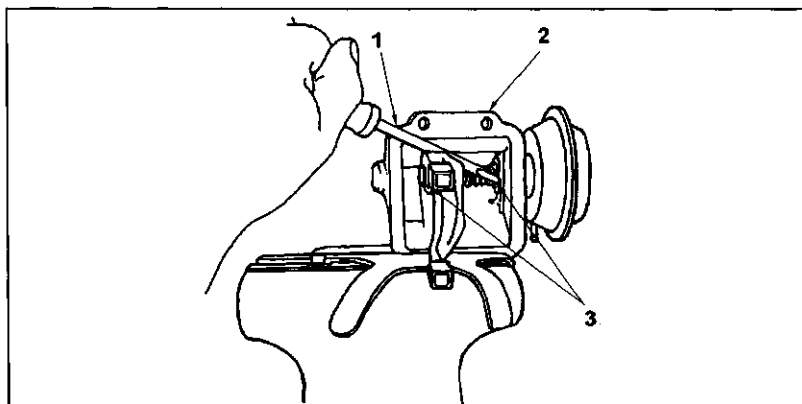

图 7-3-9 真空电机的拆卸
- (1) 拆下传动轴总成。
- (2) 剪断真空管卡箍, 然后拆开真空管。
- (3) 旋下超速离合器盖的安装螺栓, 然后取下离合器盖。
- (4) 用软口虎钳夹住总成。
(5) 从电机轴上拆下 E 形夹子, 见图 7-3-9。